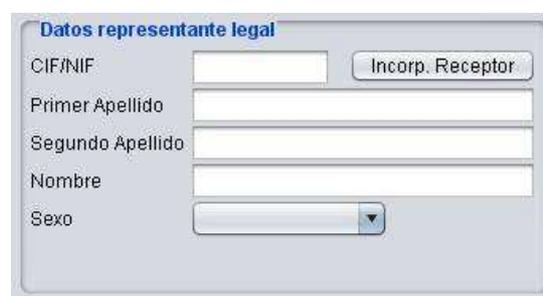

Fig. 125
- **CIF/NIF:** CIF/NIF del representante legal del solicitante. Se comprueba instantáneamente el cumplimiento del algoritmo de validación del mismo (Fig. 125).
- **Primer Apellido, Segundo Apellido y Nombre:** datos del representante legal del solicitante (Fig. 125).
- **Sexo:** Varón / Mujer (Fig. 125).